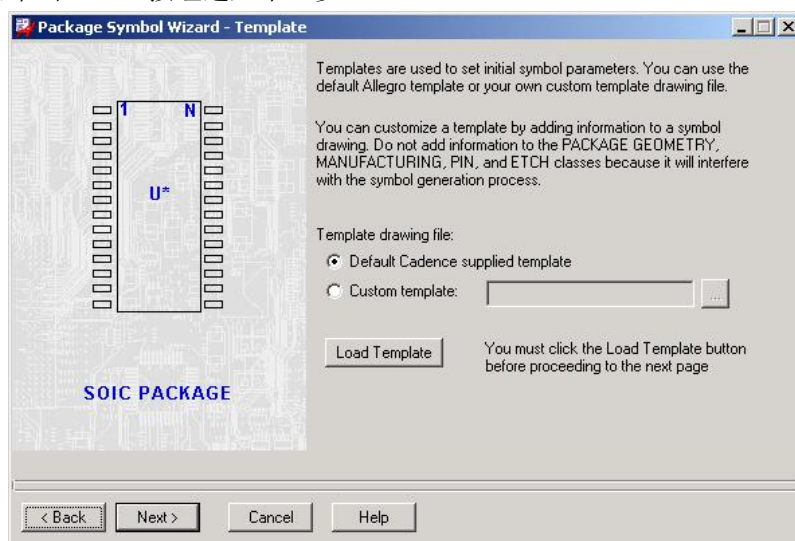

图 6-18 调用模板
- 3) 调用模块。系统弹出如图 6-18 所示的对话框，供设计者调用模块，单击 **Load Template** 按钮然后单击 Next 按钮进入下一步。